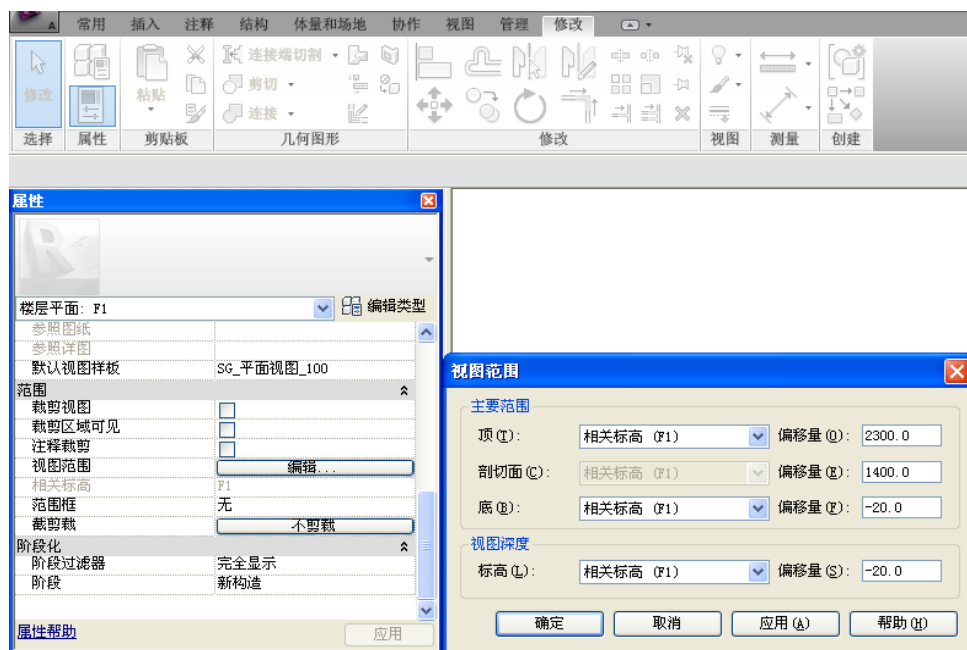

图 7-8
- 8) 点击 “修改” 选项卡>“属性” 按钮，设置详细程度为“精细”，并编辑“视图范围”中“底”和“标高”的偏移量为“-20”，点击“确定”完成设置（如图 7-8 所示）。